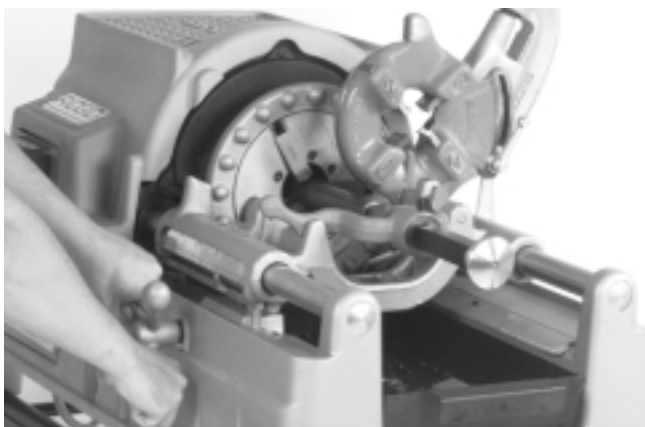

Figure 7 – Alésage à l'aide de l'alésoir N° 341
4. Positionnez l'alésoir dans le tuyau et complétez l'alésage en tournant le volant (*Figure 7*).